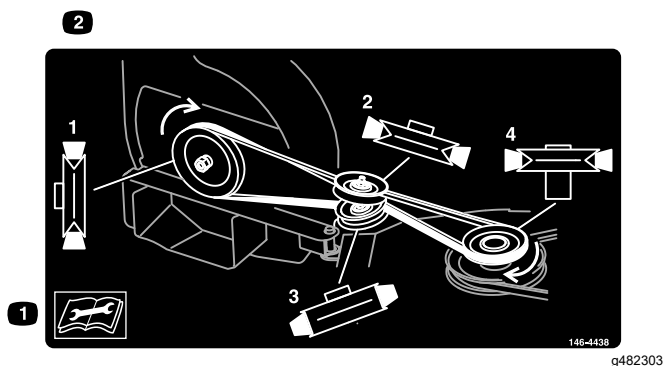
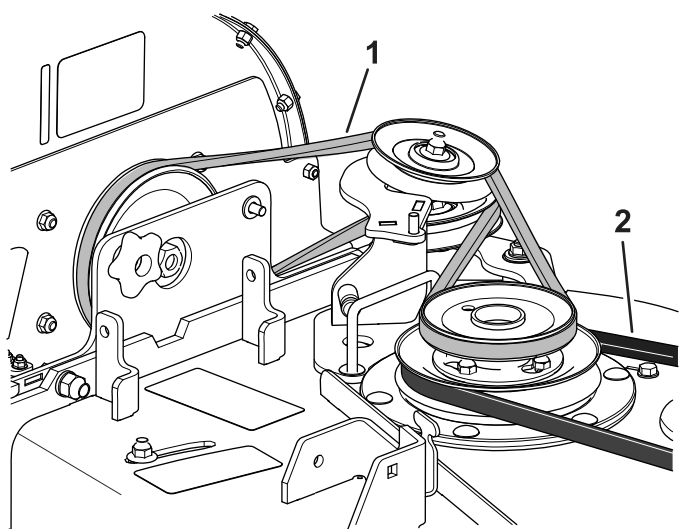

Figura 5
Figura 6
3. Montate la cinghia sulle pulegge e sul gruppo tendicinghia come illustrato nella Figura 5 e nella Figura 6.